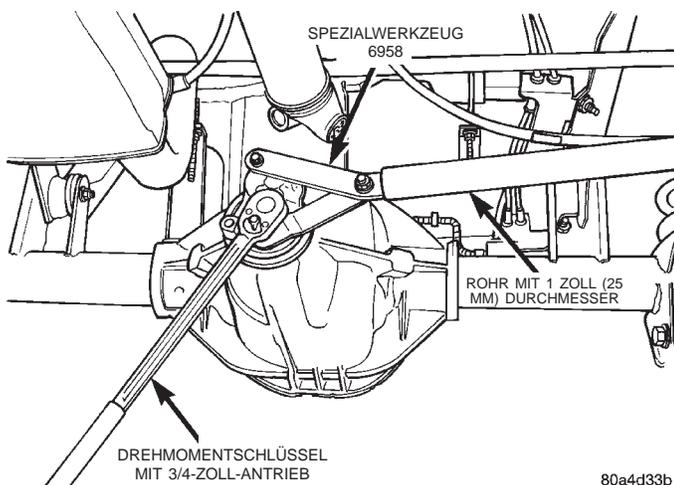

Abb. 46 Mutter der Gelenkgabel am Antriebskegelrad anziehen
(14) Mit Haltegriff 6958 und einem Drehmomentschlüssel (eingestellt auf 474 N·m (350 ft. lbs.)) den Quetschring so weit zusammenquetschen, daß das Lager kein Axialspiel mehr hat (Abb. 46).